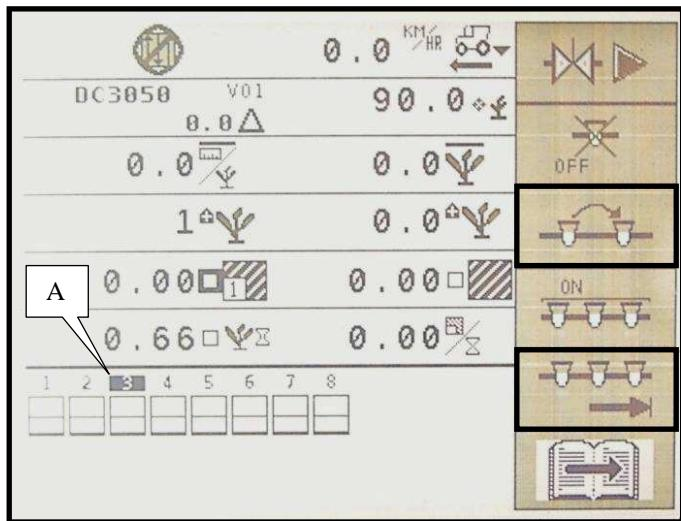

Fig. 1
(Fig.1) de automatische afbakening activeren of deactiveren.
(Fig.1) le permitirá **activar** o **desactivar** el jalonaado automático.
(Fig.1) vi permetterà di **attivare** oppure **disattivare** la picchettazione automatica.
- A l'aide de la touche , sélectionner le côté du semoir (droit ou gauche) où vous allez commencer à couper des rangs : (Fig.1).
- Si vous avez besoin de couper des rangs à l'intérieur du semoir utiliser la touche pour positionner le curseur A sur les différents rangs : (Fig.1).
(Fig.1).